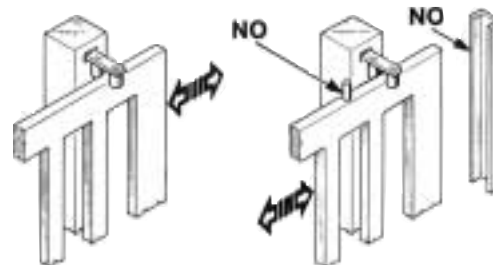

Fig. 3
Les poteaux du portail doivent avoir des glissières anti-déraillement sur la partie supérieure (Fig. 3), afin d'éviter tout décrochage accidentel.
**N.B.:** Éliminer les arrêts mécaniques du type indiqué, décrit dans la figure 3.